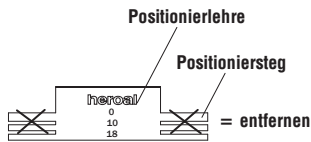
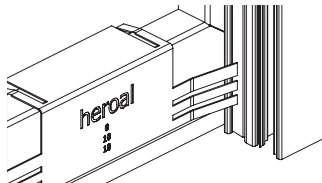

Bild 22
Bild 23
Schritt 2: Zur richtigen Anordnung der Endleistenraste ist die Positionierlehre (Bild 22) erforderlich. Je nach gewünschter Einrasthöhe des Fliegengitter-Rollos muss der entsprechende Steg der Lehre gewählt werden (Bild 23 - 24). Grundsätzlich gilt: Oberkante Steg = Unterkante Endleistenraste.